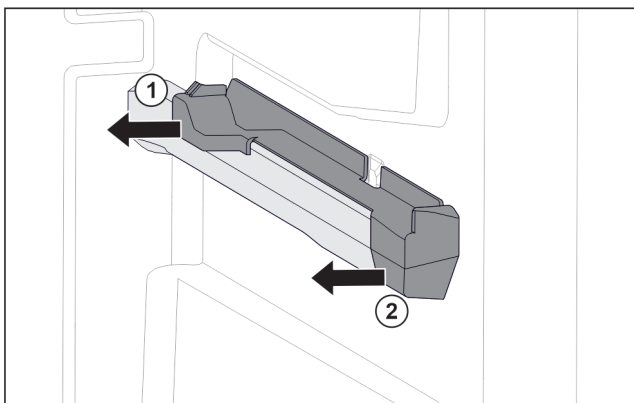

Fig. 58 Вставна частина на правому ребрі для резервуару
- ▶ Відсунути вставну частину назад вбік. Fig. 58 (1)
- ▶ Відсунути вставну частину вперед вбік. Fig. 58 (2)